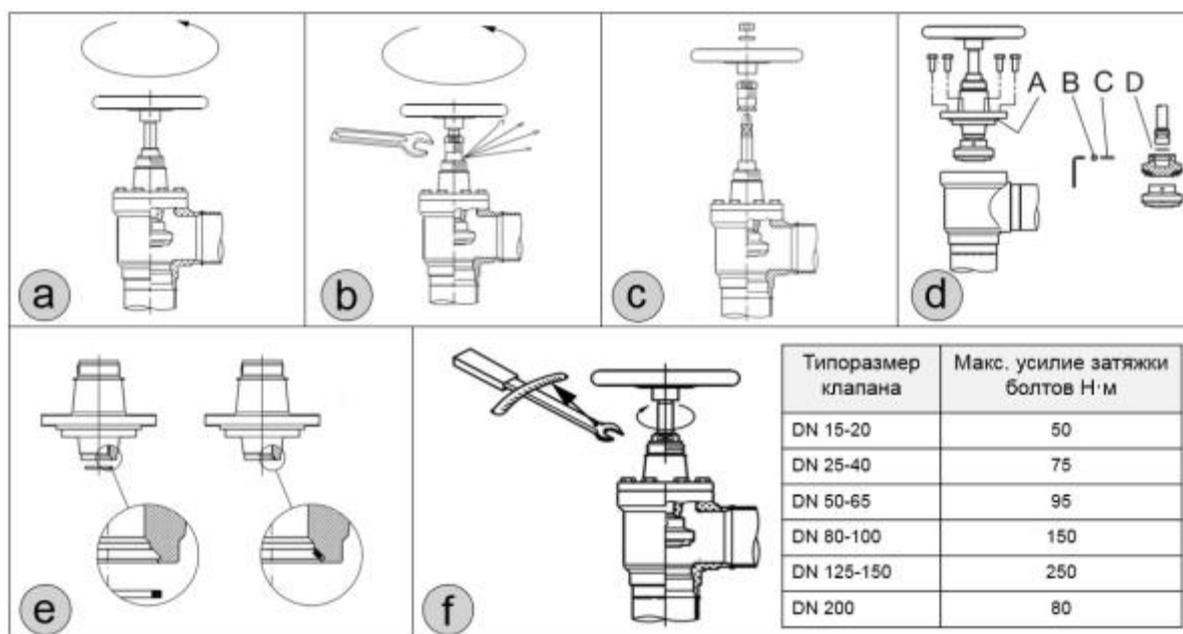

Рис. 5 Техническое обслуживание
- Для начала необходимо вывернуть шток запорного органа до полного открытия клапана (рис. 5а).
- После сброса давления можно снять маховик (если он имеется) и сальник (рис. 5с).
- Затяните сальник при помощи динамометрического ключа до значений, указанных в таблице (рис. 5а).